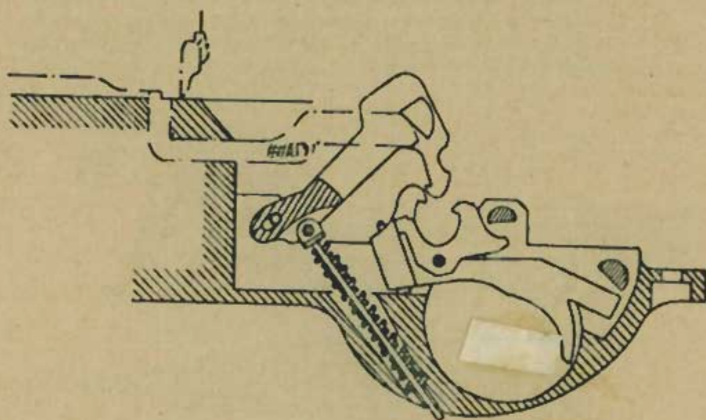

Fig. No 55 - ACCROCHAGE DU BEC D'ARMÉ DU CHIEN, PAR LE BEC DE LA GÂCHETTE PRINCIPALE
a. **PREMIER CAS : LE DOIGT NE PRESSE PLUS LA DÉTENTE** (voir fig. No 55).
- (1) Si, par hasard, sous l'effet du recul, le doigt a abandonné la détente au moment où le chien est basculé vers l'arrière, il est accroché directement par le bec d'armé de la gâchette principale.
- (b) Pour tirer le coup de feu suivant, il faut relâcher la détente. La gâchette auxiliaire libère le chien qui est alors repris et maintenu par le bec de la gâchette principale (voir fig. No 55).